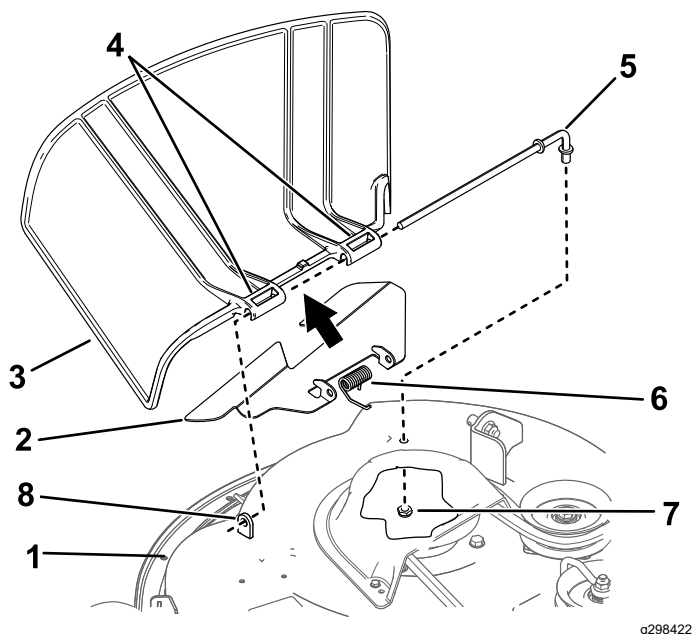

Bild 75
1. Nehmen Sie die Mutter ($\frac{3}{8}$ ") aus der Stange unter dem Mähwerk ab (Bild 75).
- Schieben Sie die Stange aus dem kurzen Vorsprung, der Feder und Drehzapfen (Bild 75).
- Montieren Sie das neue Ablenkblech (Bild 75).
- Schieben Sie die Stange durch den zweiten Drehzapfen am Grasablenkblech (Bild 75).
- Befestigen Sie das hintere Stangenende mit einer Mutter (3/8") am Mähwerk, wie in Bild 75 abgebildet.